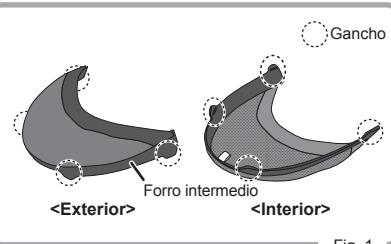

Fig. 1
1. Consulte (Fig.1) para distinguir el exterior del interior.